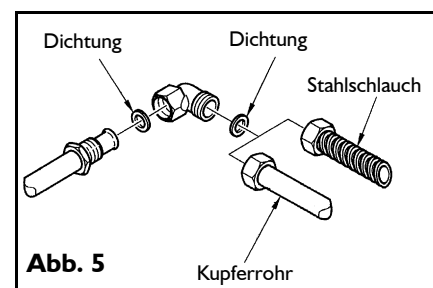

Abb. 5
- Anschluss des Gaskochfelds mit einem Kupferrohr mit 12 mm Durchmesser, wie auf Abb. 5 gezeigt. Dichtigkeit gewährt der Einsatz der als Zubehör mitgelieferten Elastomerdichtung.